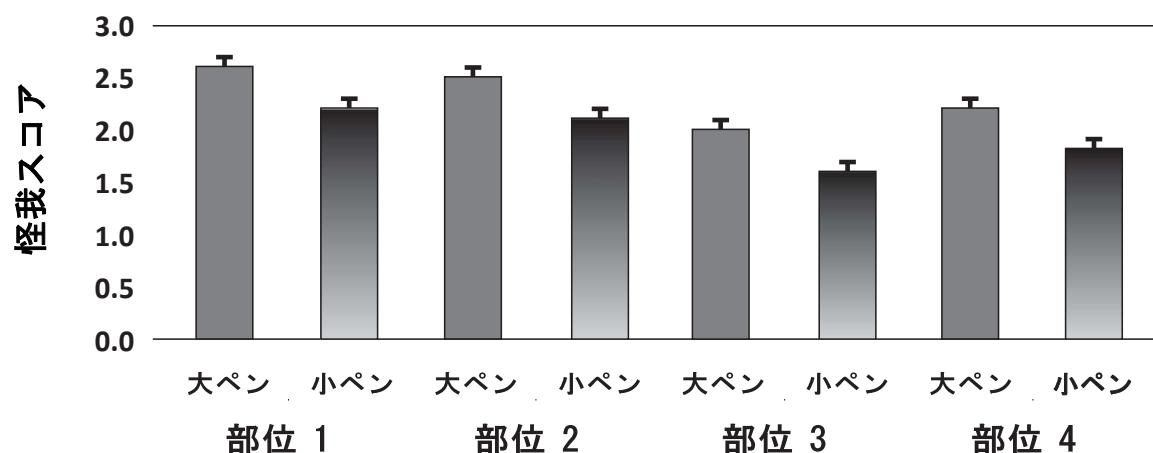

図5.3：部位ごとの怪我スコア（出典：「Gesing et al., 2012」）
- ・図5.3と5.4と5.5はアイオワ州立大学が行った大きなペン(200頭以上/ペン)と小さなペン(32頭/ペン)のパフォーマンスの比較を行った結果です。